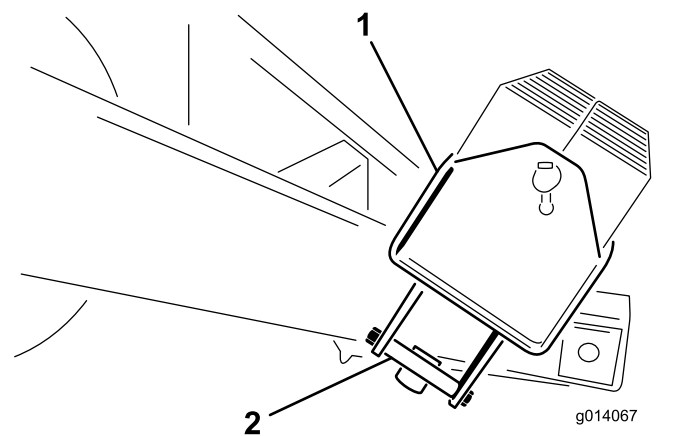

Figura 5
2. Rimuovete i bulloni ($\frac{1}{2}$ " x $5\frac{1}{2}$ "") dalla staffa di montaggio che regge la scatola della zavorra. Eliminate le staffe di montaggio (Figura 5).